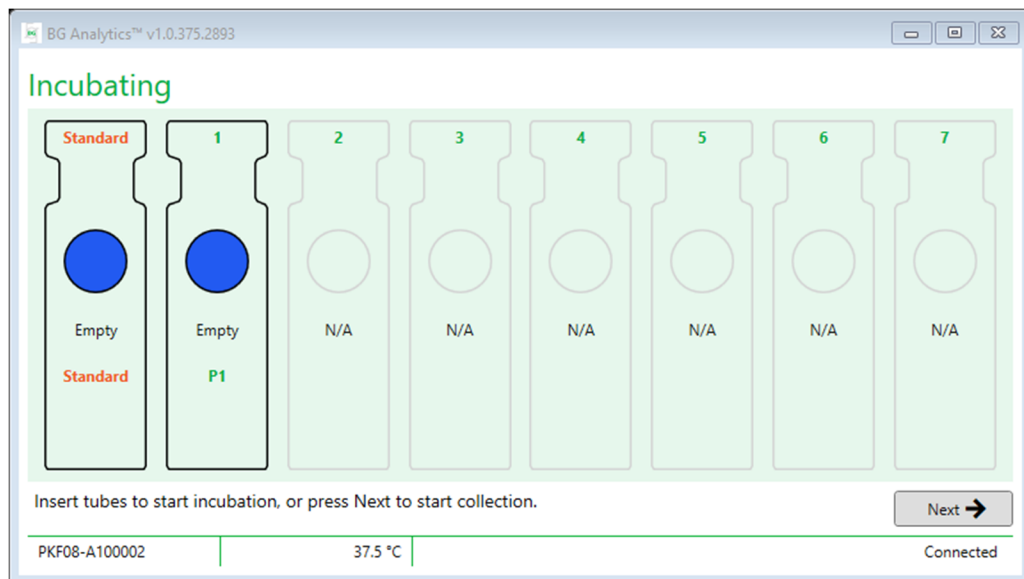

Figura 9. Ecrã de Incubação do BG Analytics®
1. No ecrã de **Incubação**, os alvéolos estão prontos para a inserção de tubos quando o estado do alvéolo for "Vazio" (Figura 9). O primeiro alvéolo da esquerda é rotulado como **Standard** e é dedicado ao frasco de STAT STD, enquanto os restantes alvéolos, rotulados como **1 a 7**, são dedicados às amostras dos doentes.